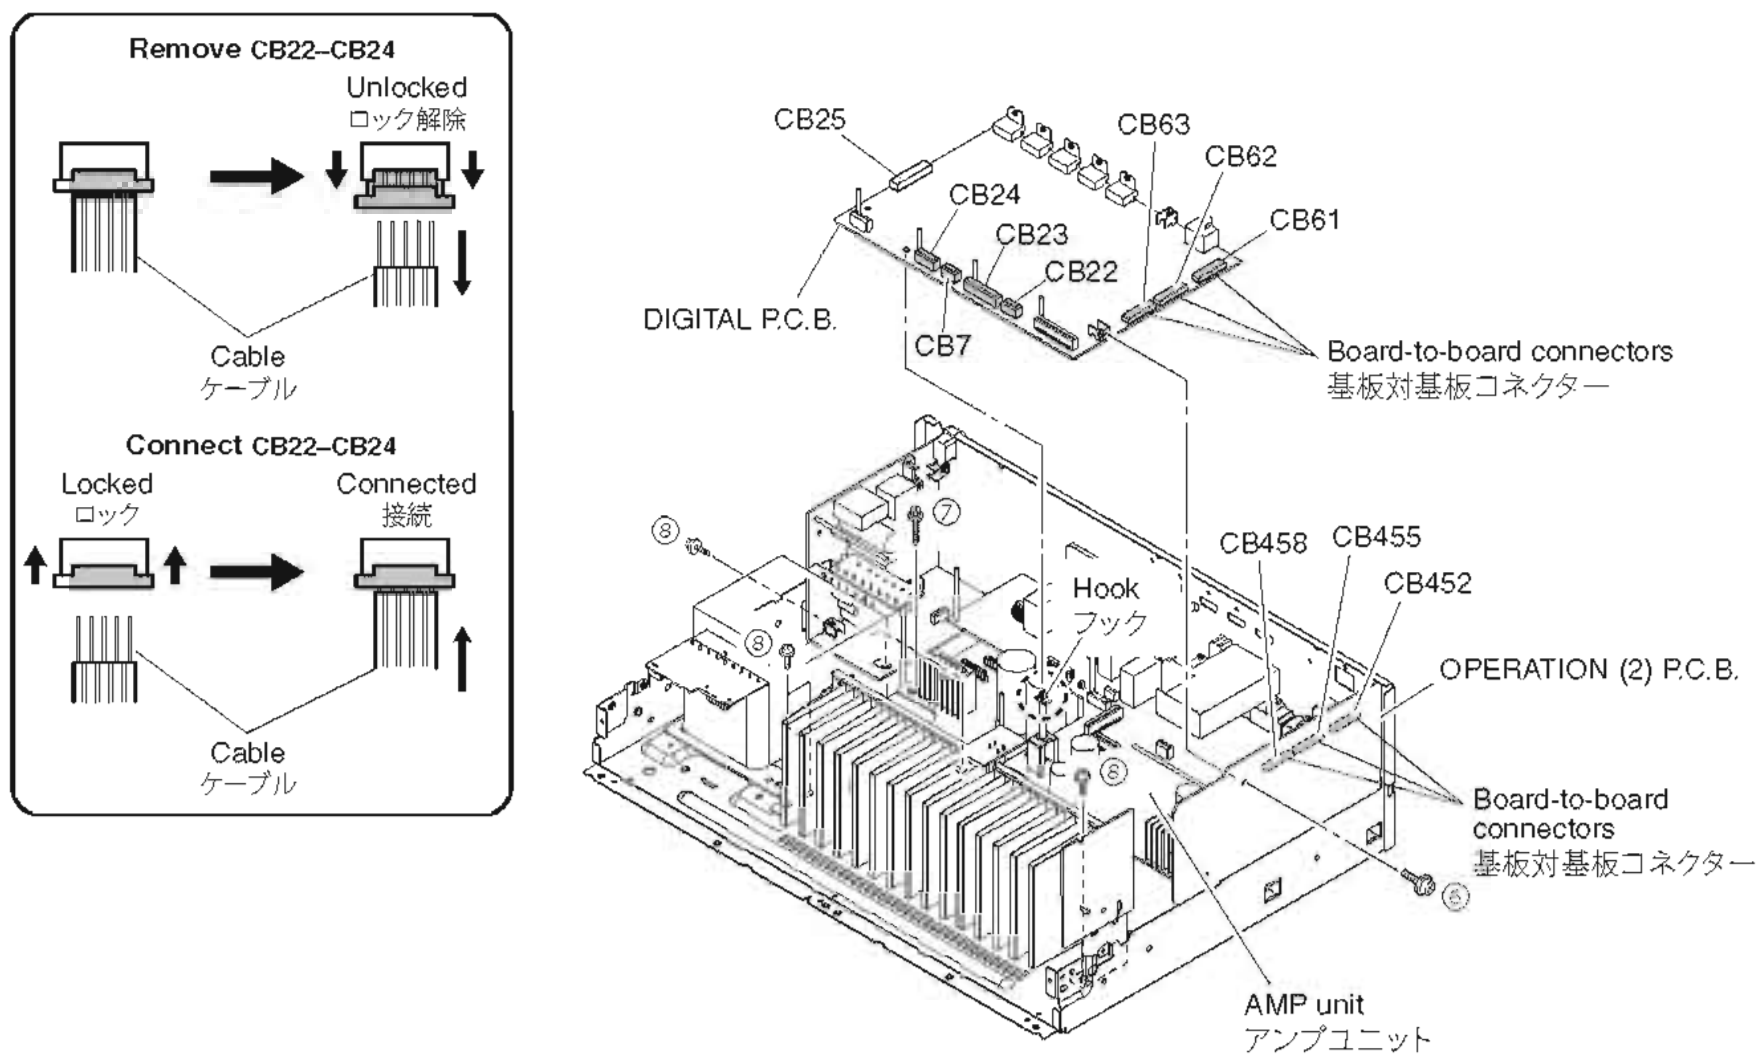

Fig. 2
- b. Remove screw (⑥). (Fig. 2)
- c. Remove CB7 and CB25, CB72 and CB73 (B, G, F models). (Fig. 2)
- d. Unlock and remove CB22-24. (Fig. 2)
- e. Release hook (Fig. 2)
- f. Remove the DIGITAL P.C.B. which is connected directly to the OPERATION (2) P.C.B. with board-to-board connectors. (Fig. 2)
- b. ⑥のネジ1本を外します。(Fig. 2)
- c. CB7、CB25、CB72を外します。(Fig. 2)
- d. ロックを外し、CB22～24を外します。(Fig. 2)
- e. フック1箇所を外します。(Fig. 2)
- f. DIGITAL P.C.B.を取り外します。ただし、DIGITAL P.C.B.はOPERATION (2) P.C.B.に基板対基板コネクタで直接接続されています。(Fig. 2)
- a. Remove 3 screws (⑦) and 4 screws (⑧). (Fig. 2)
- c. Remove the amp unit. (Fig. 2)
- a. ⑦のネジ3本、⑧のネジ4本を外します。(Fig. 2)
- c. アンプユニットを取り外します。(Fig. 2)